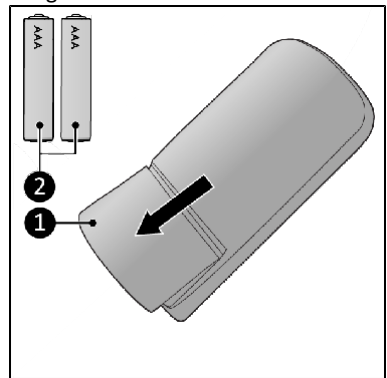

Figura 13
1. Abrir a tampa do compartimento das pilhas (figura 13, n.º 1).
2. Colocar duas pilhas AAA de 1,5 V (figura 13, n.º 2) no compartimento, respeitando as polaridades indicadas.